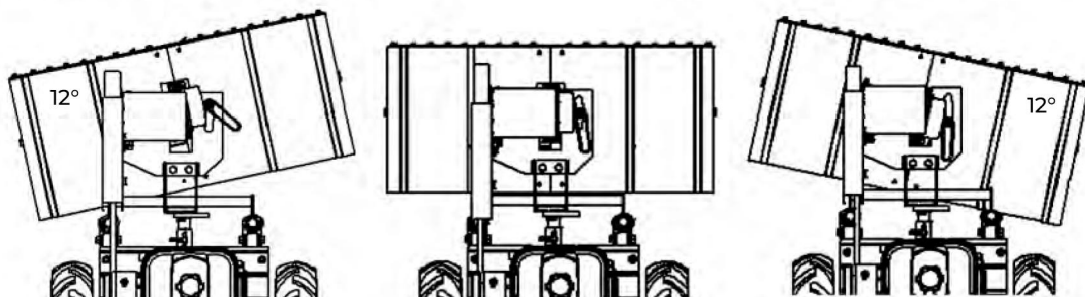

рис. 31
5. В конструкции предусмотрены три рабочих положения щетки: щетка повернута налево, прямо и направо относительно движения (рис. 31).